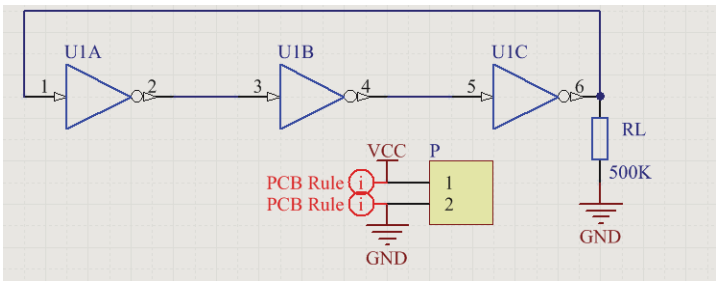

图 12-28 放置两个 PCB 布局标签的环形振荡电路原理图
(1) 执行菜单命令【Place】→【Directives】→【PCB Layout】，分别在原理图中相关的电源符号与接地符号上放置两个 PCB 布局标签，如图 12-28 所示。